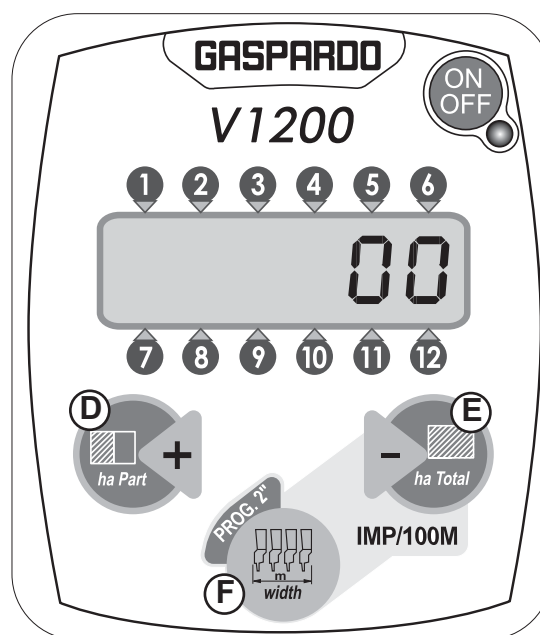

fig. 12
Al encenderse, el monitor ejecuta un test de aproximadamente 2 segundos de duración, durante el cual se encienden todos los segmentos del display y la señal acústica (buzzer). Finalizado el test, se visualizan durante aproximadamente 3 segundos las horas de trabajo, durante este período es posible poner a cero las horas manteniendo presionada cualquiera de las teclas (D) (E) (F) (Fig. 12).